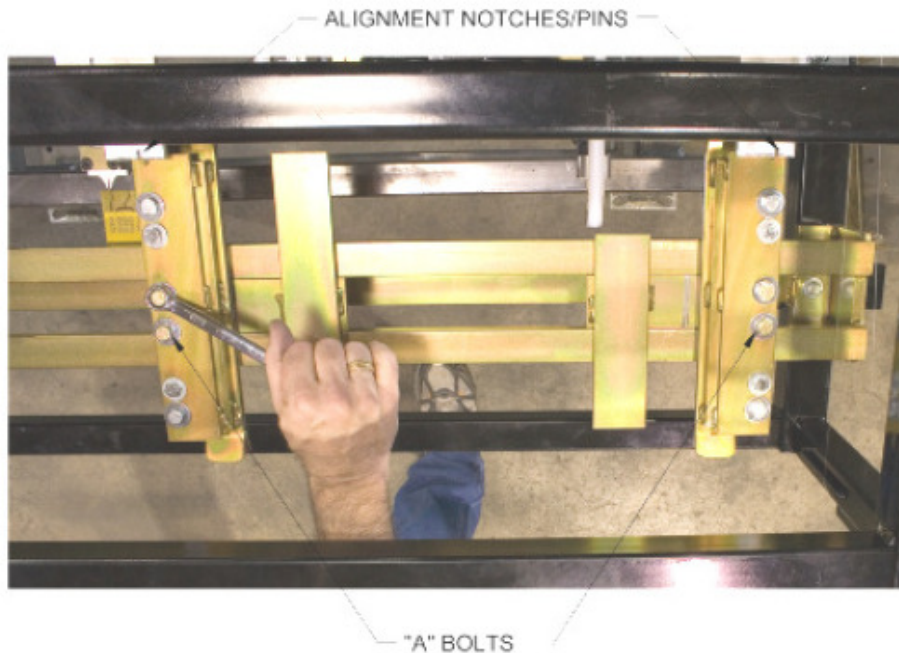

Ilustración 50: Guía de ingreso para alineación de muescas y pivotes.
9. Afloje los dos tornillos "A" en la guía de ingreso derecha (Ilustración 50). Deslice la guía de ingreso hacia la izquierda o derecha hasta que el pivote de alineación localizado al final de la guía de ingreso este directamente debajo de las muescas de la placa marcadora del carril de herramientas. Asegúrese de escoger la muesca que corresponda a la pierna escogida como esta descrito en la placa.